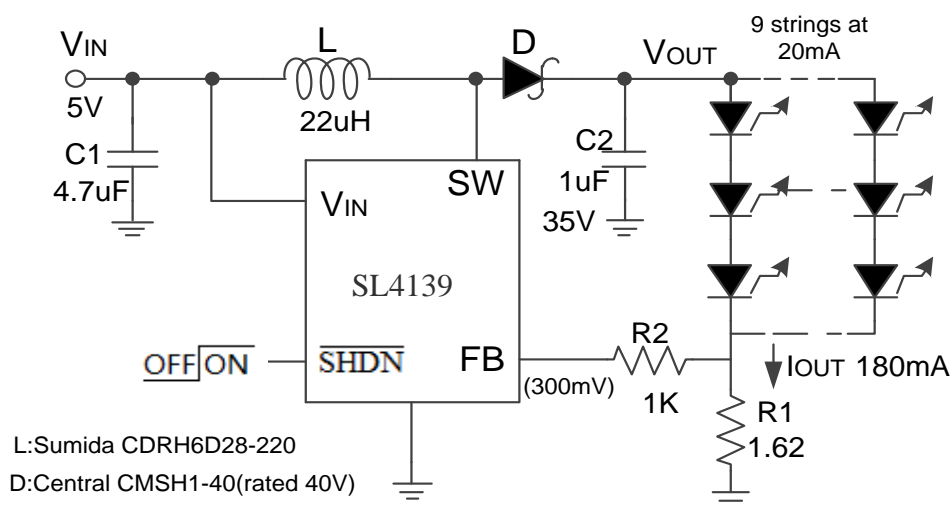

图5-1 典型应用电路1
SL4139 可以应用在 GPS 导航系统，便携式多媒体播放器，手持设备。具体应用可以参考图 5-1, 5-2 和 5-3 所示的典型应用电路。5-1 的 LED 规格为 3.3V/20mA，5-2 和 5-3 中的 LED 规格为 2.1V/250mA。
**表5.2 推荐工作条件（参考图5-1所示的典型应用电路）**
( $V_{IN}=5.0\text{ V}$ ,  $I_{OUT} = 180\text{ mA}$ ,  $T_{AMB} = 25^{\circ}\text{C}$ , 参考图5-1所示典型应用电路, 除非另有说明)
( $V_{IN} = 5.0\text{ V}$ ,  $I_{OUT} = 180\text{ mA}$ ,  $T_{AMB} = 25^\circ\text{C}$  参考图5-1所示典型应用电路, 除非另有说明)
在图5-1所示的典型应用电路，推荐选用22uH电感。在优先考虑效率的电路，首选低串联阻抗的电感。建议使用饱和电流等于或者大于800mA的电感。推荐客户使用22uF的Sumida CDRH6D28-220电感器（额定饱和电流为1.2A和典型串联阻抗(D.C.R)为128mΩ）。